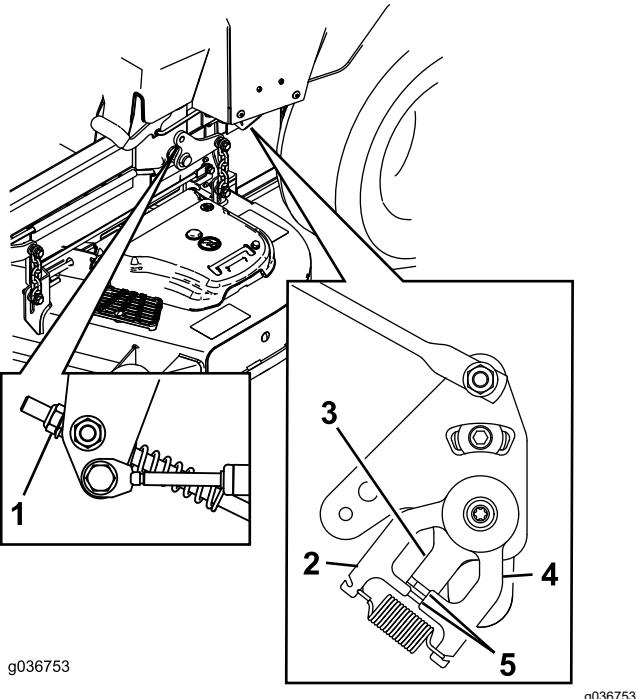

Figure 104
11. Réglez la longueur des tiges de pompes en tournant l'écrou dans le sens voulu jusqu'à ce que les roues tournent légèrement en marche arrière (Figure 104).